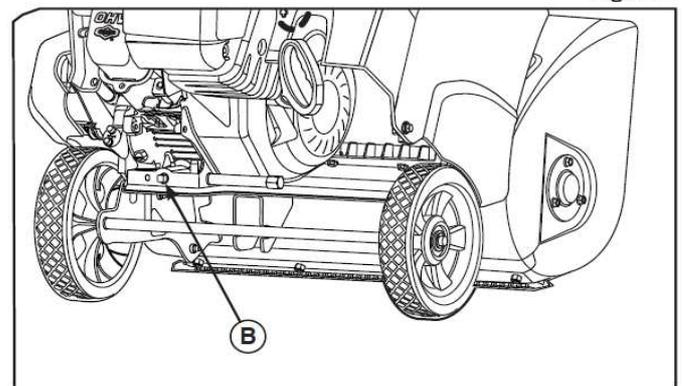

Figure 7
- 2、オールドレンプラグ (Fig 7 :B)を取り外し、エンジンオイルが容易に排出できるように、適切なコンテナなどに除雪機を傾けてください。